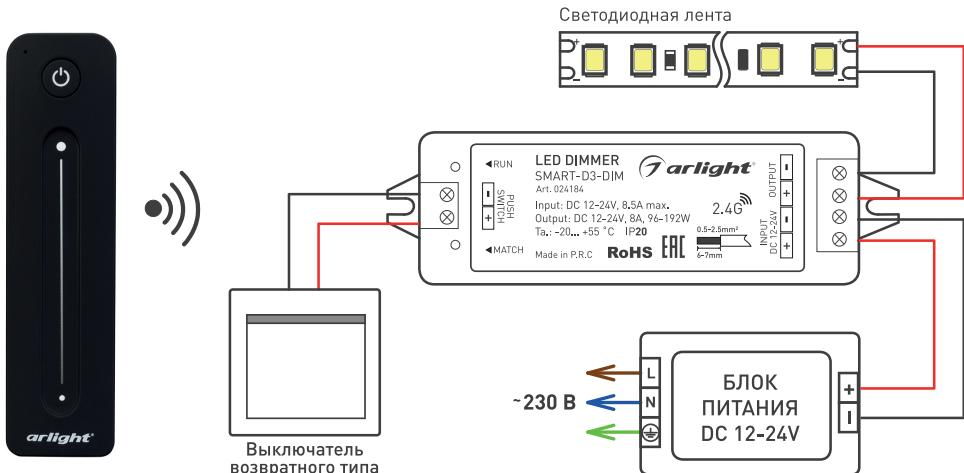

Рисунок 1. Схема подключения панели SMART-DIM-SET-LINE
- 3.2. Подключите диммер согласно схеме [рисунок 1].